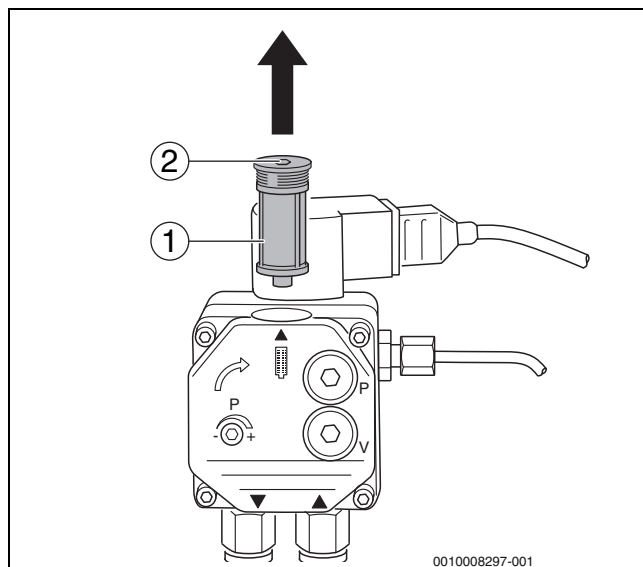

Fig. 29 Controllo del filtro della pompa - pompa del gasolio Danfoss
- Allentare la vite ad esagono cavo sulla parte superiore (→ fig. 29, [2]).
- Estrarre il filtro della pompa del gasolio (→ fig. 29, [1]) tirando verso l'alto.
- Pulire il filtro della pompa gasolio (→ fig. 29, [1]) con benzina da lavaggio, eventualmente sostituirlo e rimontarlo nella pompa del gasolio.